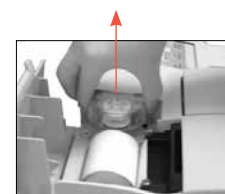

Abb. 1: Herausnehmen der Schlauchpumpe
2. Entnehmen Sie die Pumpe indem Sie sie fest am Gehäuse fassen und sie nach oben heraus ziehen (Abb. 1).